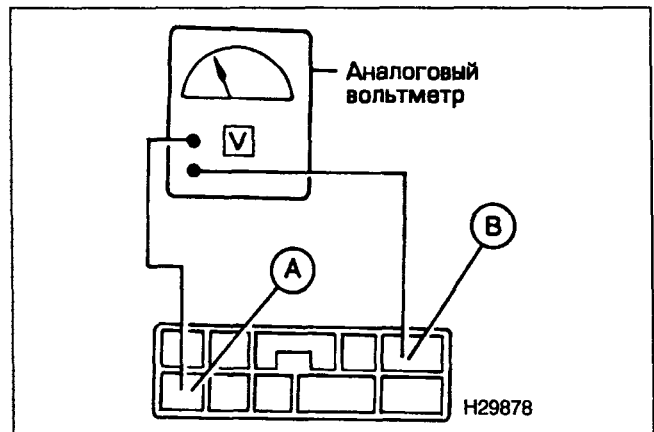

Рис. 23.4. Подключите аналоговый вольтметр к клеммам А и В диагностического разъема
- 1 Подключите аналоговый вольтметр к клеммам А и В диагностического разъема (см. рис. 23.4).